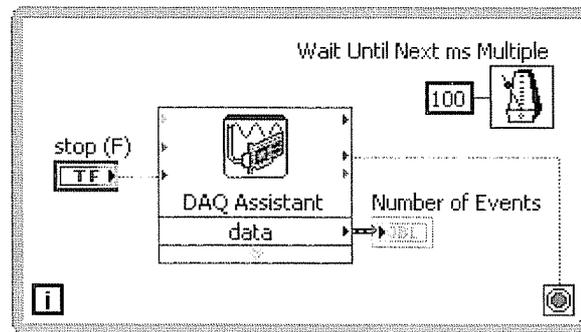

Figura 8-10. Diagrama de bloques del VI Count Events
6. Termine de crear el diagrama de bloques. Use la figura 8-10 como guía para ayudarlo.